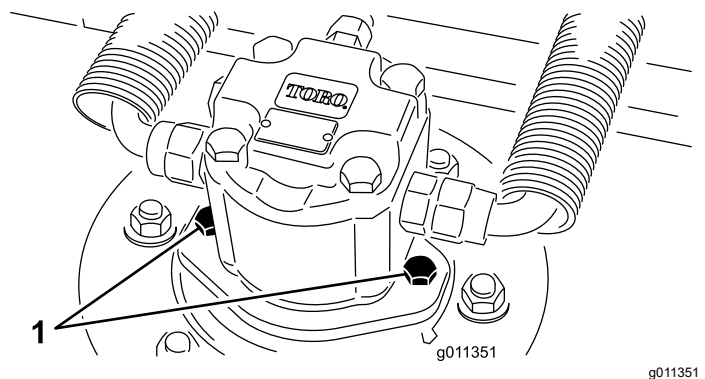

Figure 95
2. Débranchez et déposez le moteur hydraulique de l'unité de coupe (Figure 95). Couvrez le dessus de l'axe pour éviter toute contamination.
4. Montez le moteur hydraulique sur le tablier de coupe (Figure 95). Vérifiez que le joint torique est en place et en bon état.